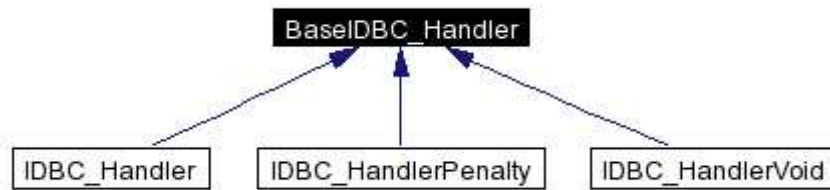

Abbildung 2: Klassenhierarchie der IDBC-Handler
- Die Verwaltung der inhomogenen Randwerte wurde aus StandardSystem und Assemble herausgelöst und einer eigenen Klasse übergeben. Hierfür wurde die in Abbildung 2 wiedergegebene Klassenhierarchie erstellt. Die Klasse IDBC_HandlerPenalty übernimmt dabei die Implementierung des Penalty Ansatzes, während die Klasse IDBC_Handler für den Eliminationsansatz verantwortlich ist. Die Klasse IDBC_HandlerVoid ist für den Fall gedacht, daß das algebraische System zu einer PDE gehört, die über keine inhomogenen Dirichlet'schen Randwerte verfügt. Dieses Herauslösen beseitigt auch das Problem der doppelten Datenhaltung über gemeinsame Pointer zwischen StandardSystem und Assemble.